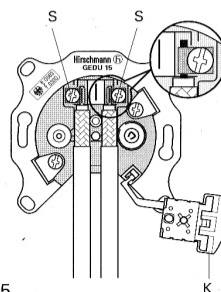

Fig. 5
5. Innenleiter mit Kontaktschrauben S befestigen (Fig. 5). Klappschelle K einklappen und festschrauben.
5. Fix the centre conductors with the contact screws S (Fig. 5). Close the clamp K and fasten.
5. Fixer les conducteurs intérieur à l'aide des vis de contact S (Fig. 5). Enclencher le collier de serrage K et visser à fond.